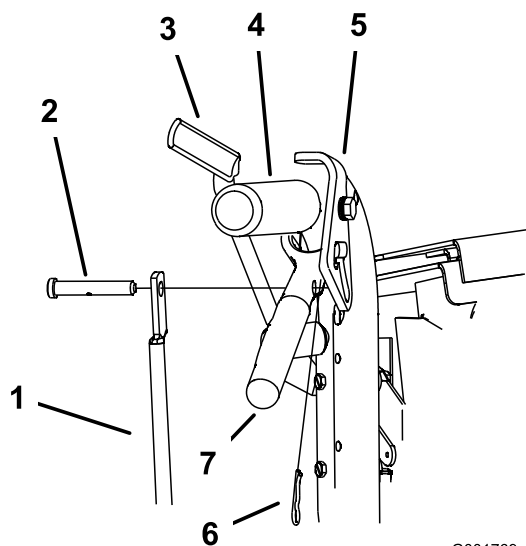

Figura 13
1. Retire los pasadores y los pasadores de seguridad de las palancas de avance y los cierres de bloqueo de punto muerto (Figura 13).
- Ajuste la longitud de la varilla de control girando la varilla de control en el acoplamiento (Figura 13).
- Instale el pasador de horquilla entre las palancas de avance y los cierres de bloqueo de punto muerto e introdúzcalo en los pasadores de seguridad (Figura 13).